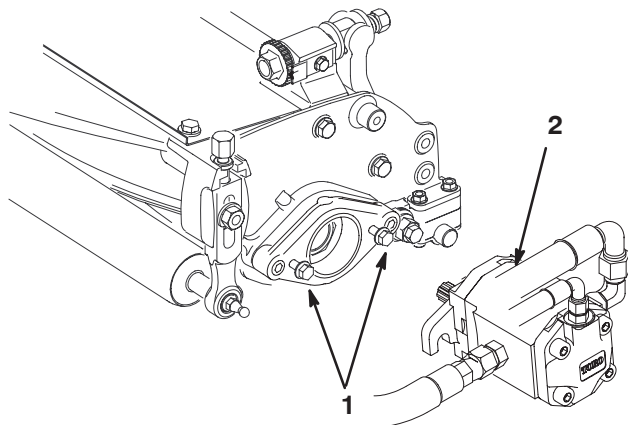

Bild 19
10. Bringen Sie die Befestigungs-Kopfschrauben an, mit denen die Spindeltriebsmotoren an jedem Mähwerk befestigt werden. Lassen Sie ungefähr 13 mm Gewinde an jeder Befestigungsschraube sichtbar (Bild 19).
12. Fetten Sie die Keilwelle des Motors mit frischem Fett ein und bringen den Motor durch Drehen nach rechts an, so dass die Motorflansche von den Bolzen entfernt sind. Drehen Sie dann den Motor nach links, bis die Flansche die Bolzen umhüllen. Ziehen Sie jetzt die Befestigungsmuttern fest (Bild 19).